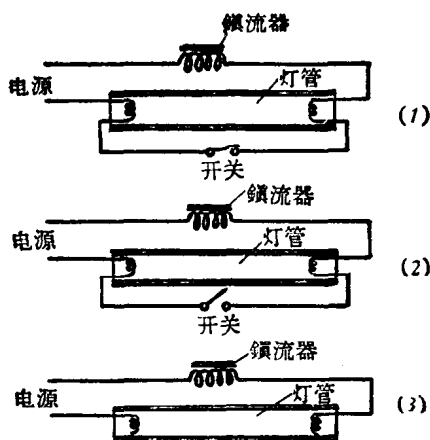
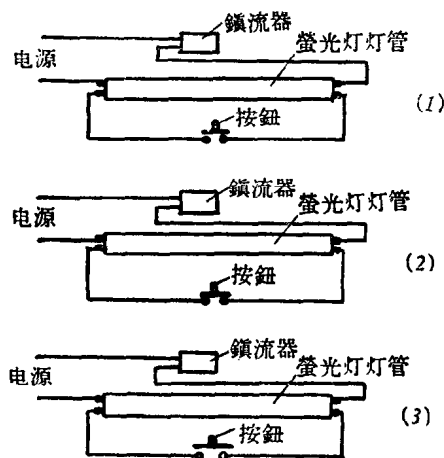

图 1-5 螢光灯的基本工作原理
图 1-6 用按钮作螢光灯的起动器
螢光灯的基本工作原理, 如图1-5所示。
图中, 灯管两端灯絲中的一个头經過一只开关互相连接, 剩下两个头, 一个經鎮流器接到交流电源的一个端头上, 另一个則直接接在交流电源的另一端头上。图1-5(1)中
开关已經按下, 电流从电源流經两端灯絲和开关及鎮流器, 联成一串联回路。电流把灯絲加热, 使它放出大量的电子。經過几秒钟的灯絲預热后, 开关开启, 如图 1-5 (2) 所示。开关开启后, 实际上变成图 1-5 (3) 的接法。灯絲只有一个头与电源相接。在开关突然开启时, 由于鎮流器的作用, 在灯管两端出現高出于电源电压的高压电, 灯絲发出的电子在灯管两端高电压的作用下, 形成大量的高速电子流, 管内水銀蒸汽由于电子流的冲击而发出波长較短的紫外光线。此光线用人的肉眼是看不見的, 但当紫外光线射到玻管壁的螢光粉上时, 就发出可見光。換句話說, 螢光粉的作用在于变換光线的波长, 从不可見光变为可見光。
交流电源线上还需要装一只开关, 以供开灯熄灯之用 (图1-5中未画出)。在图1-5中所示的开关称为起动器, 它可以由人工控制或自动运行。
起动器把螢光灯剛接入电源的綫路如图1-5(1)所示。經過3~5秒钟后，变成图1-5(2)的綫路。
普通的电鈴按钮，可作为最簡單的人工起动器。如图1-6所示，用手按动按钮时的图1-6(2)相当于图1-5(1)；而手离开按钮时的图1-6(3)則相当于图1-5(2)和图1-5(3)。